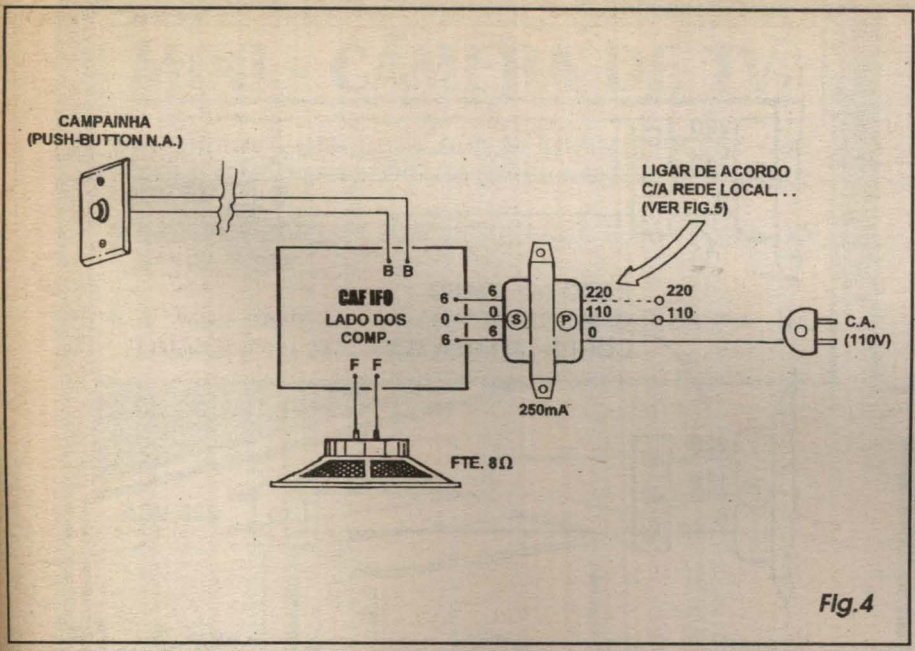

Fig. 4
- **FIG. 4 - CONEXÕES EXTERNAS À PLACA** - Dos componentes do circuito, apenas o alto-falante, o trafo e o *push-button* ficam *fora* da placa, e assim suas conexões são detalhadas no diagrama, que ainda se baseia na visão do impresso pelo seu lado não cobreado, aproveitando agora as ilhas/furos periféricos especialmente posicionados e codificados para tais ligações... O alto-falante tem seus dois terminais ligados por cabinhos isolados curtos aos pontos **F-F**... O par de fios finos isolados (ou cabinho paralelo...) provenientes do *botão* da campainha (*push-button* N.A.) é ligado aos pontos **B-B** da pla-